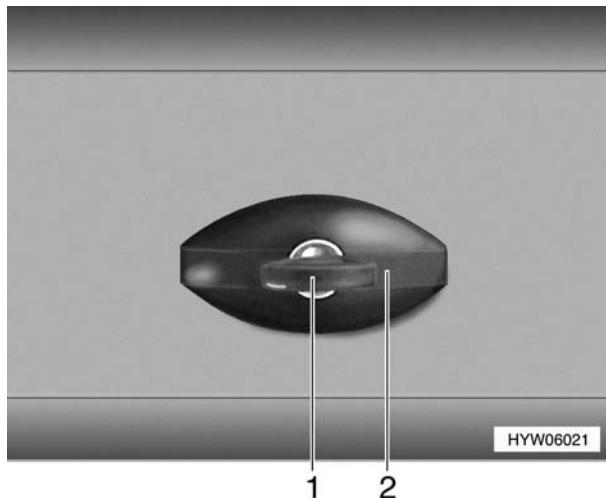

Bild 16 Klappenschloß (Variante 1),
- ▷ Bei Regen kann Wasser in das geöffnete Klappenschloß eindringen. Deshalb den Schloßgriff (16,2) wie auf Bild 16 abgebildet schließen.